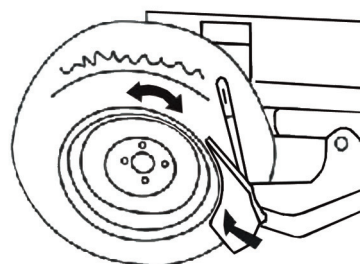
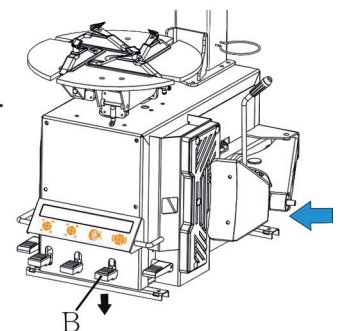

Bild 13a
Bild 13b
- Platzieren Sie den Reifen zwischen dem Abdrücklöffel und der Gummiauflage und platzieren Sie den Löffel zwischen dem Reifenwulst und der Felge, ca. 1 cm Abstand zum Wulst (Bild 13a). Drücken Sie Pedal B (Bild 13b) um den Reifen von der Felge zu trennen.